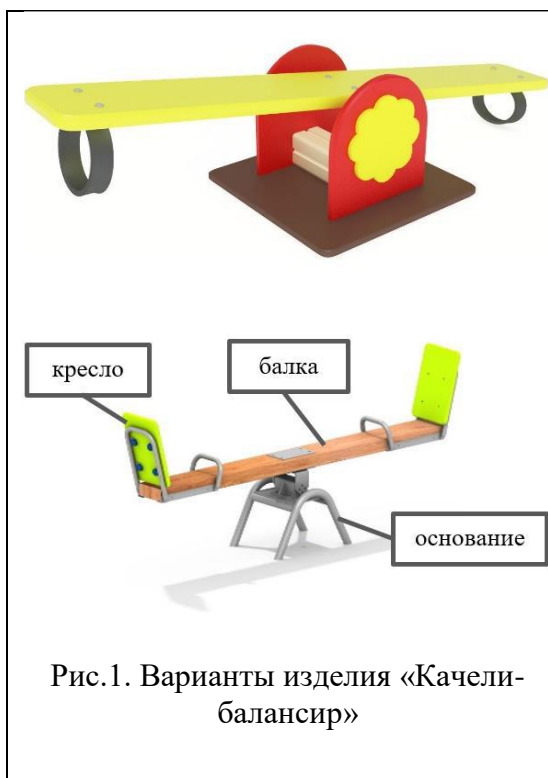

Рис.1. Варианты изделия «Качели-балансир»
- модель качелей функциональна (подвижна), состоит не менее чем из 3-х типов деталей (основание, балка, кресла, – см. рис.1), прочая детализация – на усмотрение участника;
- основание должно быть украшено по бокам несложной декоративной накладкой (например, на рис.1 слева это накладка в виде цветка);